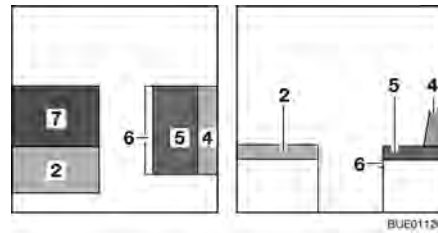

Bild 112 Under ombyggnaden
- Lägg extradynan (Bild 112,7) på bordet.